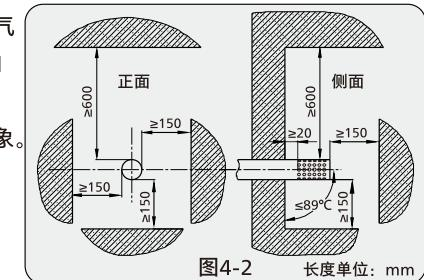

图4-2
- 8、排烟口出口必须设置在室外。热水器使用时，排气管出口可能有冷凝水滴落，安装时应注意不要影响他人。排气管出口距周围物体的间距如图4-2所示。